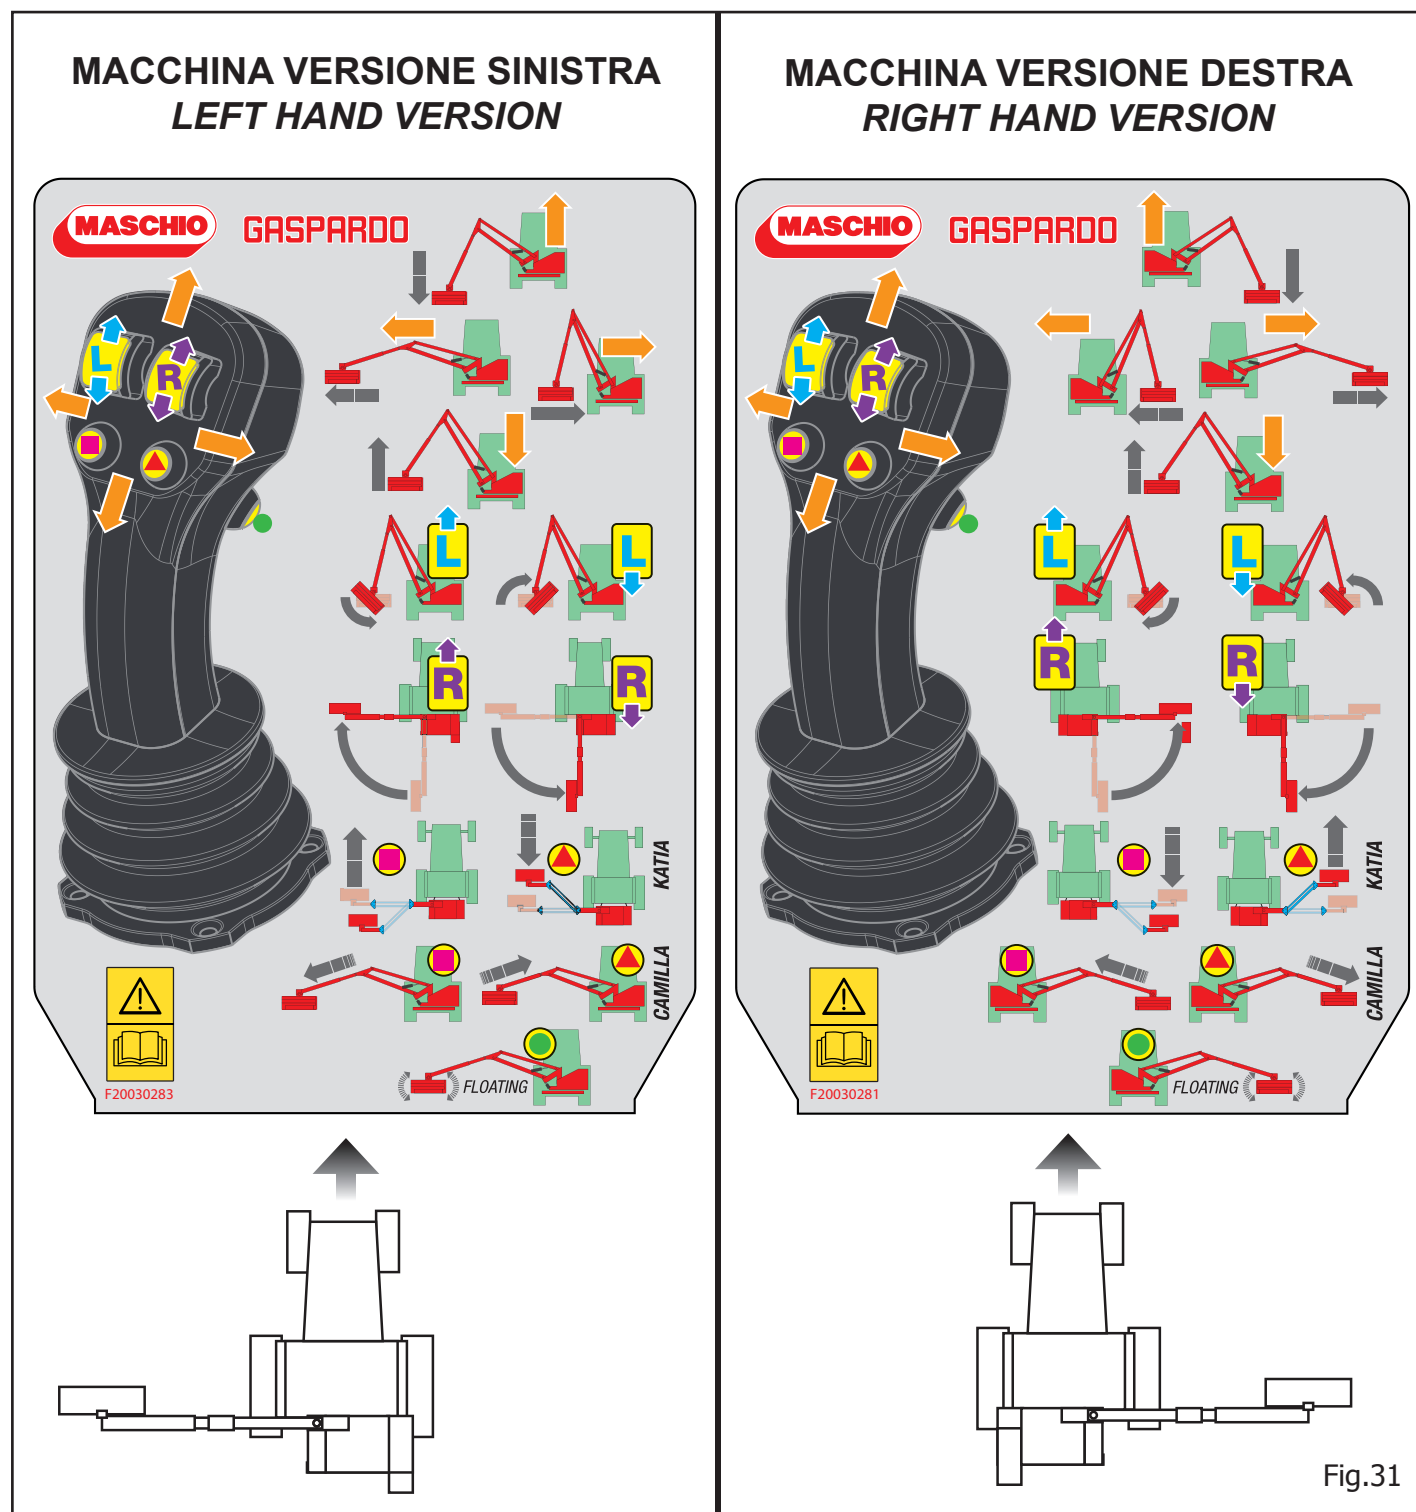

Fig.31
4.12 COMANDI ELETTRICO-PROPORZIONALI (Fig.31)